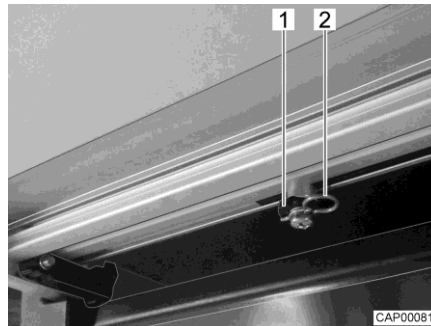

Fig. 115 Tige d'entraînement (marchepied)
- Sur la partie inférieure du marchepied, retirer les deux clips de fixation (Fig. 115,2) sur les tiges d'entraînement (Fig. 115,1).